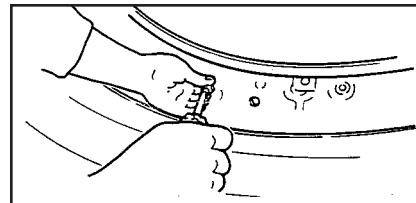

Figura 1
4. Saque el pivote de la válvula de inflado y desinflé los neumáticos por completo. (Vea la Figura 1.)